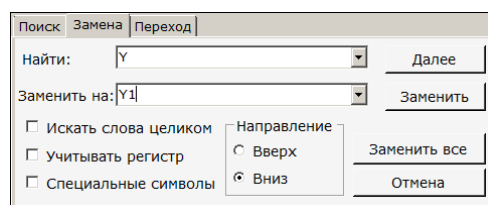

Рисунок 30 – Диалог поиска/замены (вкладка «Замена»)
- F5 – вызов диалога поиска/замены с активной вкладкой «Замена» (Рисунок 30).